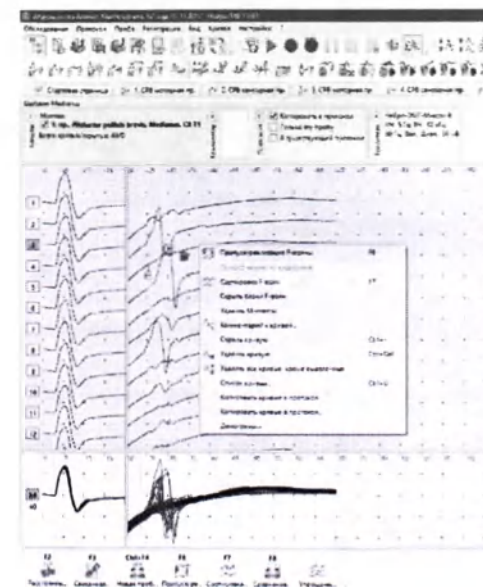

Рис. 144. Обозначение пропущенных F-волн с помощью контекстного меню
6. Для определения нереализованных (пропущенных) F-волн выделите данную кривую, нажатием правой кнопки мыши вызовите контекстное меню и выберите в нем пункт «Пропуск/реализация F-волны» или нажмите клавишу [F6] (рис. 144).